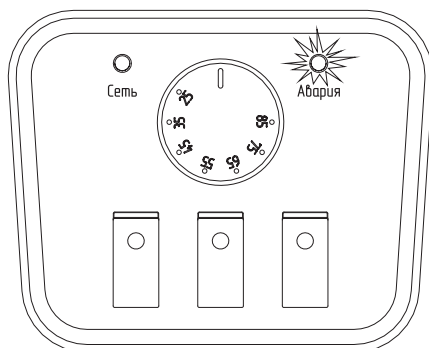

Рис. 11 Индикация ошибок на панели управления
- Загорается лампа «Авария» (**Рис. 11**);